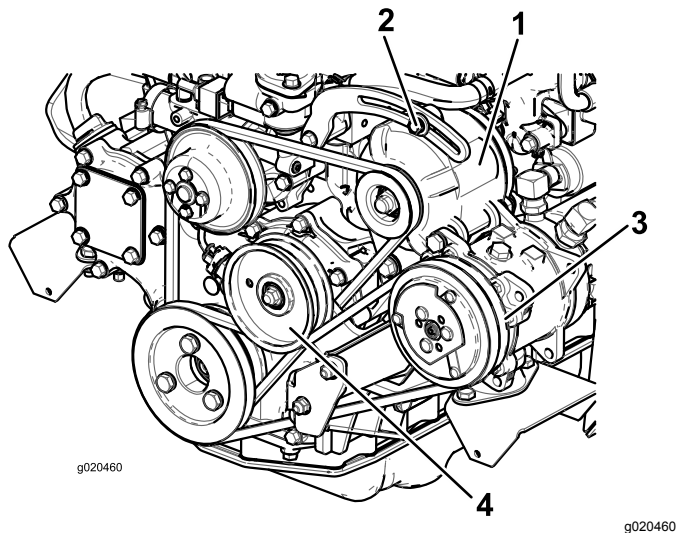

Bild 96
Lockern Sie bei einer Durchbiegung von mehr oder weniger als 10 mm die Befestigungsschrauben der Lichtmaschine (Bild 96).
2. Lockern Sie bei einer Durchbiegung von mehr oder weniger als 10 mm die Befestigungsschraube der Spannscheibe (Bild 96).